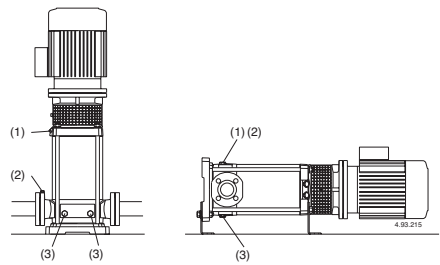

Abb. 4 (1) Auffüllung und Entlüftung:
Bei Installation der Pumpe über dem Wasserspiegel (Saugbetrieb, **Abb. 3A**) oder mit zur Öffnung des Rückschlagventils ungenügender Zulaufhöhe (weniger als 1 m) sind Saugleitung und Pumpe durch den Entlüftungsanschluß (1) zu füllen (**Abb. 4**).
(2) Entlüftung Saugleitung
(3) Entleerung
Wenn der **Wasserspiegel auf der Saugseite oberhalb der Pumpe** ist (Zulaufbetrieb, **Abb. 3B**) Absperrschieber in der Zulaufleitung langsam und vollständig öffnen um die Pumpe zu füllen. Dabei Schieber in der Druckleitung und die Entlüftungsöffnungen (1) (2) (**Abb. 4**) öffnen, damit die Luft entweichen kann.
Entlüftungsöffnungen (1) (2) schließen (**Abb. 4**).
der Saugseite anzuziehen (Abb. 4).
Die Pumpe sollte wie im Fall von zeitweiser Förderung von verschmutzten Flüssigkeiten im Anschluß kurz mit sauberem Wasser durchgespült werden, um Ablagerungen zu beseitigen. Oder es ist nach der Entleerung eine Wäsche vorzunehmen, indem sauberes Wasser (wenigstens 40 Liter) in die Auffüllöffnung (1) Druckseite gegeben wird und aus der Entleerungsöffnung (3) Saugseite austritt (Abb. 4). **Wird die Pumpe nicht eingesetzt, so muß sie bei Frostgefahr vollständig entleert werden..**
Vor der Demontage die Absperrorgane in der Zulauf- bzw. Saug- und der Druckleitung schließen und das Pumpengehäuse entleeren (Abb. 4).